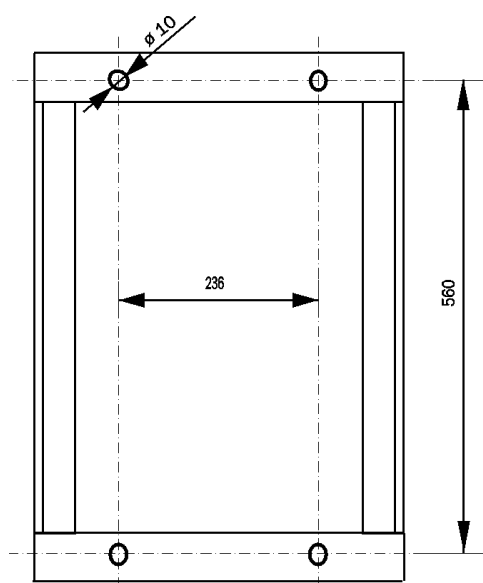

Bild 3: Bohrschema für die Wandmontage (Ansicht der Konsole von vorn)
Die Station kann mit einer Konsole (Zubehör) an der Wand aufgehängt oder neben dem Speicher aufgestellt werden. Die Bohrungsabstände für die Wandmontage sind in **Bild 3** (siehe unten) dargestellt.
- Die Station mit den Wandhaltern an der Wand befestigen (Bohrschema: **Bild 3**).